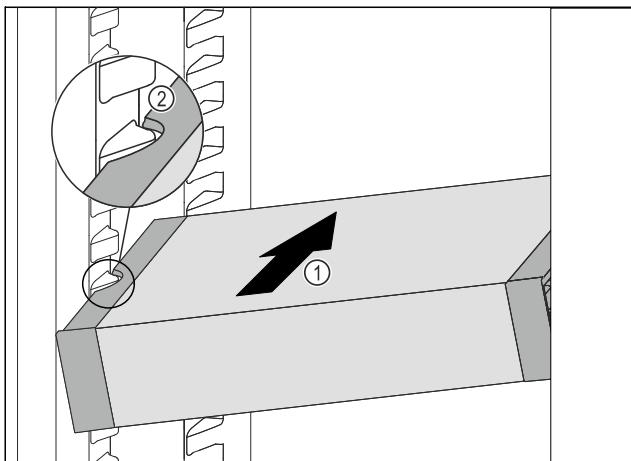

Fig. 83
- Вкарайте VarioSafe под ъгъл в хладилната част Fig. 83 (1), докато страницните прорези Fig. 83 (2) на VarioSafe се намират на височината на реброто на съда в хладилната част.